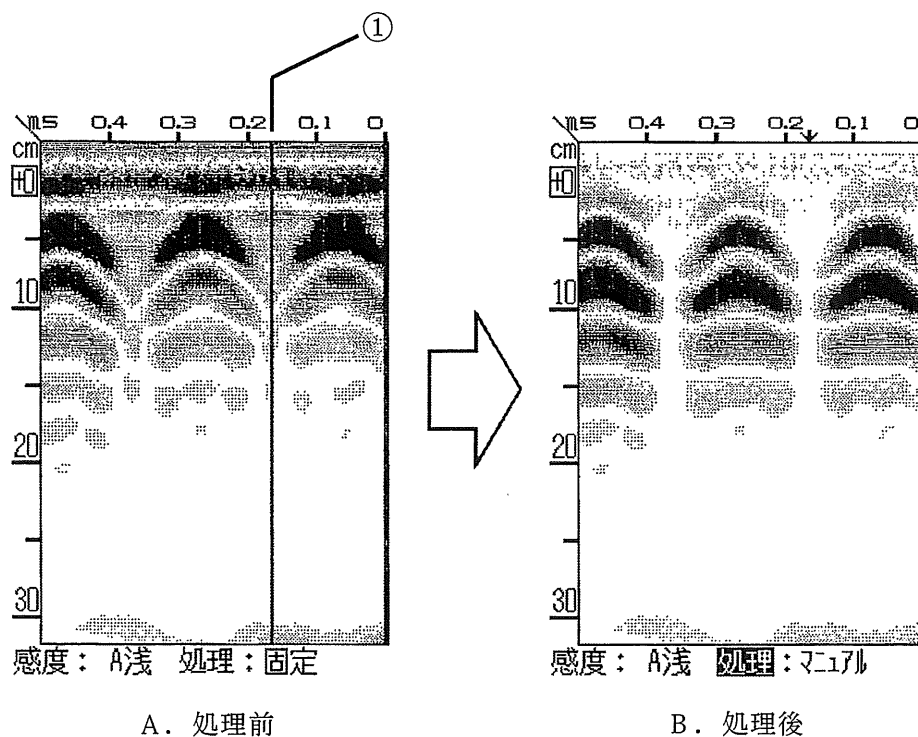

図3-16 マニュアル表面波処理
マニュアル表面波処理は、測定終了後の画面で、図3-16のAのようにコンクリート表面付近からの反射波の影響を取り除ききれないときに使用します。
- c) カーソルキー◀▶により無筋の所(図3-16のAの①)にカーソルを移動させ、マニュアル表面波(反射波)を選択します。
- d) [5]実行を押すことにより、カーソル位置の反射波を表面波としたマニュアル表面波処理が実行されます。このときカーソルのあった位置に“↓”の印が表示されます。(図3-16のB参照)